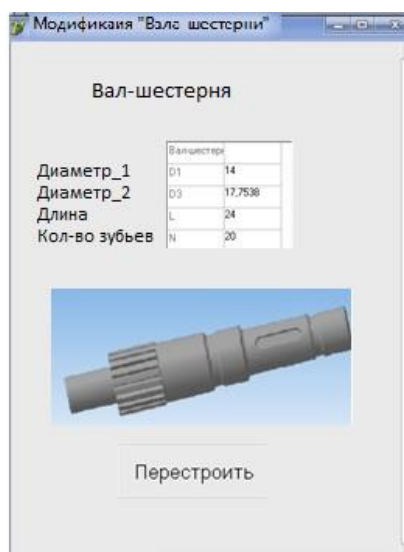

Рисунок 1 – Робоче вікно програми
- 3 У робоче вікно програми вводимо параметри диску, що необхідно побудувати (рисунок 1)